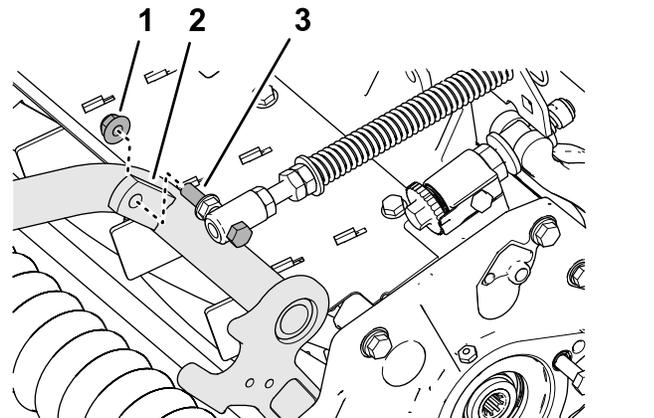

**Figura 19**
3. Retire la contratuercas con arandela prensada ( $\frac{3}{8}$ " ) que fija el tornillo del muelle de compensación del césped a la pestaña derecha del bastidor de tiro, y retire el muelle de compensación de la unidad de corte (Figura 19).
3. Retire la contratuerca con arandela prensada ( $\frac{3}{8}$ " ) que fija el tornillo del muelle de compensación del césped a la pestaña derecha del bastidor de tiro, y retire el muelle de compensación de la unidad de corte (Figura 19).